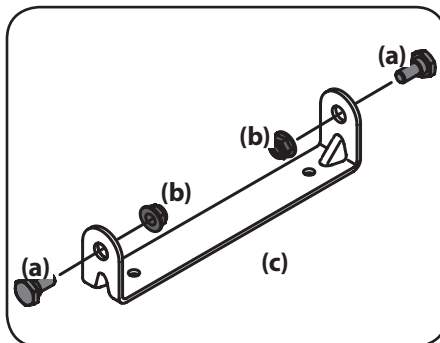

Figure 2-5
1. Enlevez les deux boulons à épaulement (a) et les contre-écrous (b) sur le support de montage (c) fournis dans le sachet de quincaillerie. Voir la Figure 2-5.